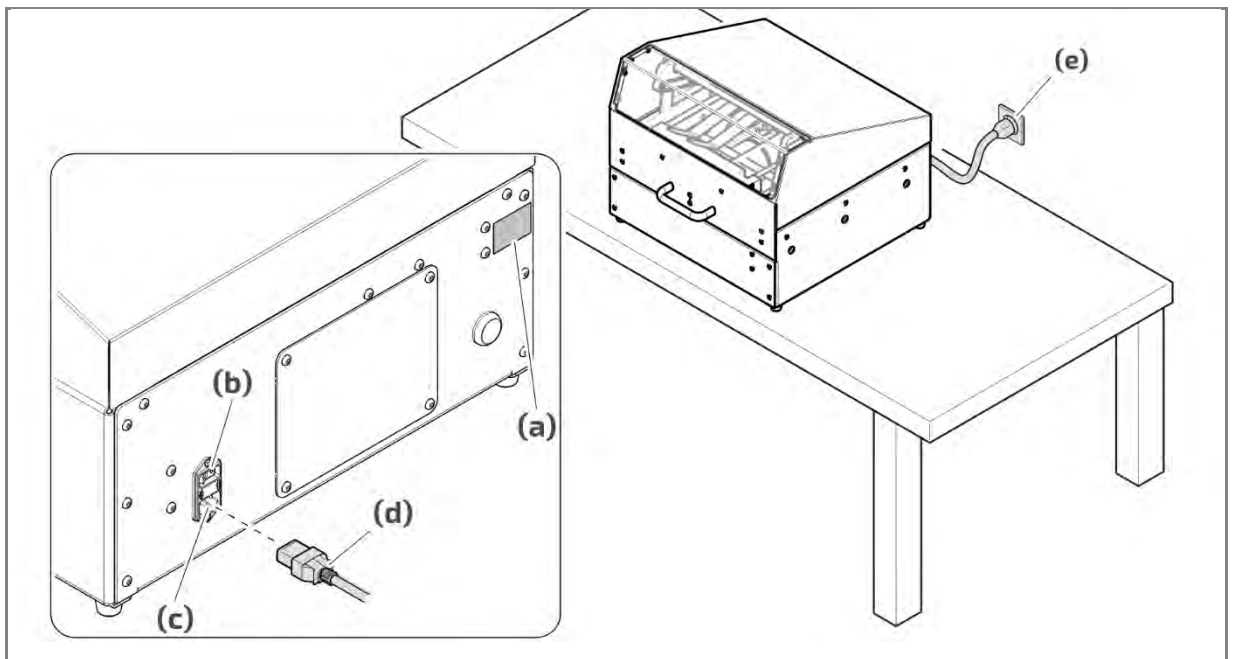

Abb. 3 Verpackungsmaschine anschließen
1. Prüfen Sie die vorhandene Netzspannung mit der auf dem Typenschild **Abb. 3 (a)** (siehe 7.2 Typenschild und weitere elektrische Daten) ausgewiesenen Spannung auf Übereinstimmung.
2. Schalten Sie den Hauptschalter **Abb. 3 (b)** der Verpackungsmaschine auf Position „0“.
3. Verbinden Sie die Netzanschlussleitung **Abb. 3 (c)** mit der Buchse **Abb. 3 (d)**.
4. Schließen Sie den Netzstecker der Anschlussleitung **Abb. 3 (e)** an eine Steckdose an.